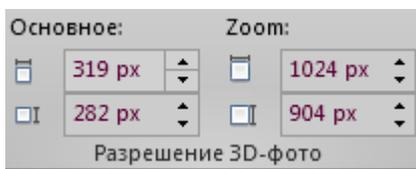

Рисунок 20
2. Установите необходимое разрешение 3D-фотографии (рис. 20).